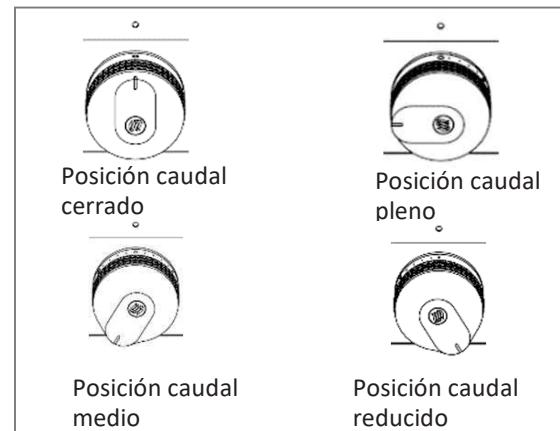

Imagen 2: Ajuste de la palanca de control
5. A continuación regule según desee la altura de la llama girando la o las palancas de control de caudal pleno (círculo grande) o caudal reducido (círculo pequeño) (consulte I consulte la imagen 2)